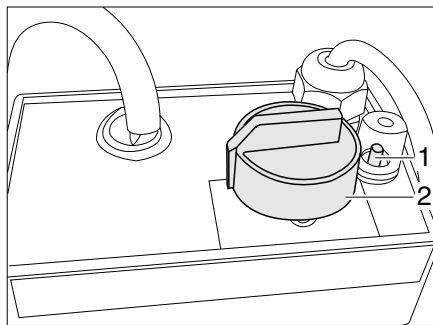

Bild 118 Regler für elektrische Fußbodenerwärmung
- Den Drehregler (Bild 118,2) auf die gewünschte Heizstufe drehen.
- Den Drehregler (Bild 118,2) auf Stellung "0" drehen.
Wenn der Regler überlastet wird, spricht der Überlastungsschutz an. Der Stift (Bild 118,1) springt heraus.
- Den Stift (Bild 118,1) am Überlastungsschutz eindrücken, wenn der Regler abgekühlt ist.